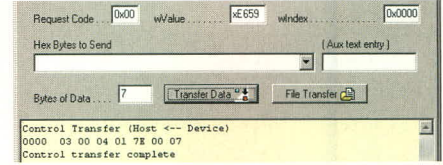

Рис. 11. LOAD\_DATA: контроль изменений в регистре прерываний EPIRQ
Нажимаем <Transfer Data> и в поле сообщений (см. рис. 11) видим результаты завершения операции. Значение в регистре EPIRQ (07) показывает, что установлен запрос на прерывание для точки EP1IN.